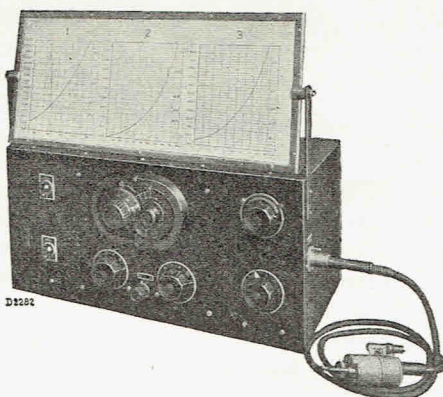

Fig. 1
1. un oscillateur de service G.M. 2880F (fig. 1).